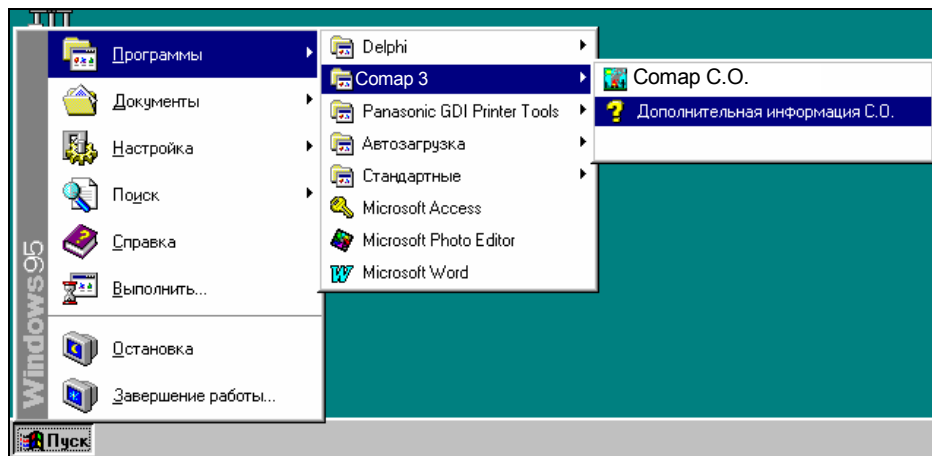

Рис. 4.1. Запуск программы COMAP C.O. в системе Windows 95
2. перейти к меню Пуск (Start) системы Windows (Рис. 4.1);